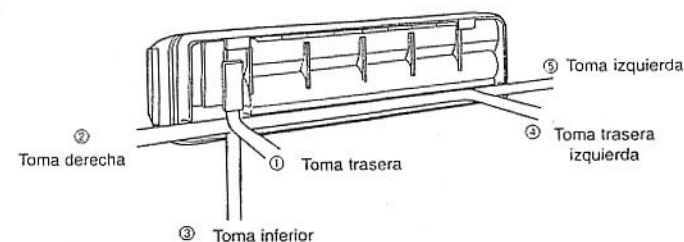

FIGURA 11
La tubería puede conectarse en cualquiera de las cinco direcciones indicadas en la figura 11. Cuando conecte la tubería en las direcciones 2 ó 5, corte para el paso de la tubería con una sierra para metales la parte estriada del lateral de la cubierta frontal. Cuando conecte la tubería en la dirección 3, corte una ranura en la pared delgada de la parte inferior de la pared frontal.
- Para pasar las conexiones por los lados (formas 2 y 5 de la figura 11) haga el agujero un poco más bajo de forma que el agua de desagüe circule libremente.